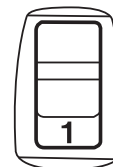

Abb. 11
3. Zum Einstellen einer niedrigen Drehzahl mit hohem Drehmoment, das Elektrowerkzeug ausschalten und den Motor zum vollständigen Stillstand kommen lassen. Schieben Sie den Gangwahlschalter (4) vollkommen bis zur „1“ (Abb. 11) vor.